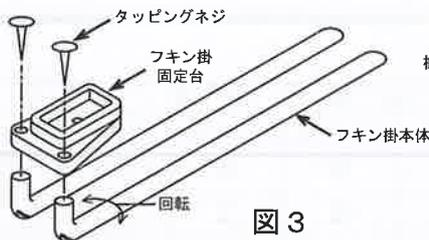

図 3
2. 図3の横にフキン掛本体の突起部をフキン掛固定台の裏側から固定台の穴に差し込み上記1.ではずしたタッピングネジで止めてください。